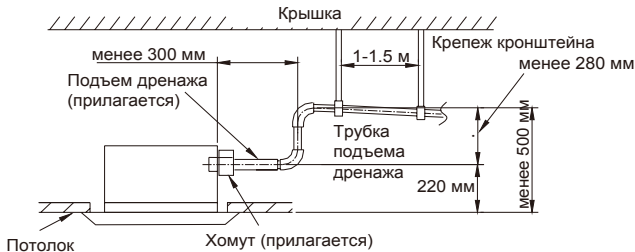

Рис.11
(1) Устанавливайте трубки подъема дренажа на высоту не менее 280 мм (Рис. 11).
(2) Устанавливайте трубки подъема дренажа под прямым углом к комнатному блоку и на расстоянии не более 300 мм от блока.
Уровень наклона прилагаемого дренажного шланга должен быть не более 75 мм, так чтобы к дренажному патрубку не прикладывалась дополнительная нагрузки (Рис. 11).